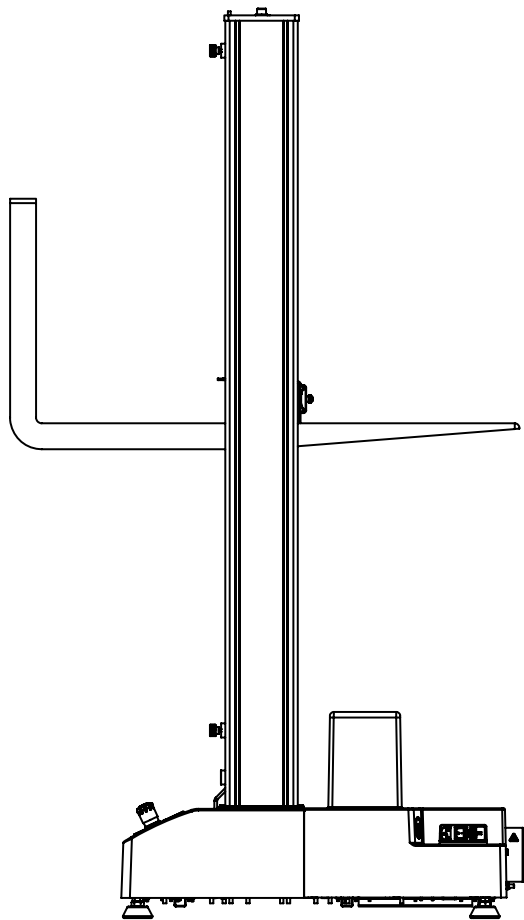

図 10. クロスヘッドからフレームを持ち上げる
2. フォークにパッドを当てて、あるいはクロスヘッドを保護材で包み、フォークリフトを使用して、コラム間のクロスヘッドの下に、注意してフォークを差し込みます。62 ページの図 10 を参照してください。